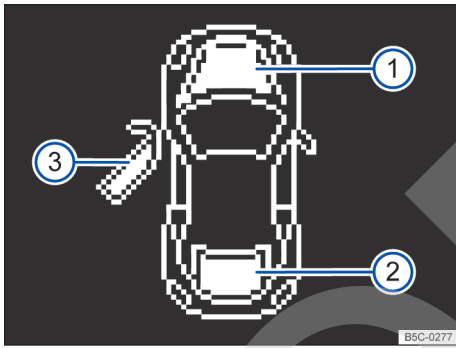

Fig. 14 En la pantalla del cuadro de instrumentos: indicaciones sobre el estado del capó del motor, del portón del maletero y de las puertas.
Leyenda de la **fig. 14**
- Puertas, capó del motor y portón del maletero abiertos → **fig. 14**